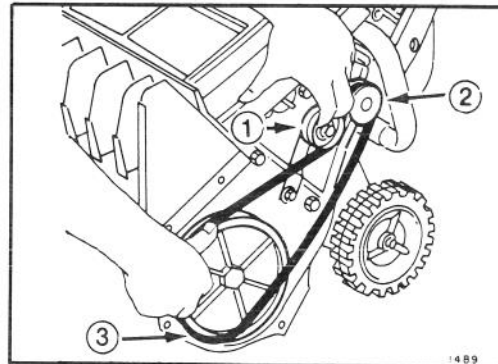

Abb. 10
4. RIEMENMONTAGE (Abb. 10) — Den Riemen über die Motorriemenscheibe legen, unter der Spannrolle durchführen und ihn dann über die Rotorriemenscheibe legen. Die Spannrolle nach oben ziehen und die Rotorriemenscheibe vorwärtsdrehen, bis der Riemen in die Scheibe passt.